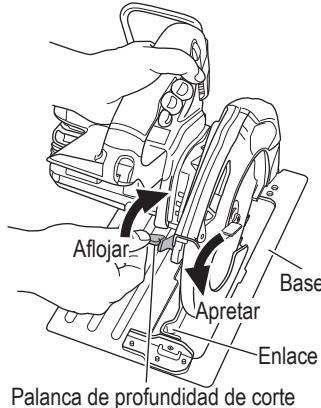

Fig. 19
1. Ajuste de la profundidad de corte (Fig. 19)
2. Compruebe si las palancas están apretadas (Fig. 19, 20)